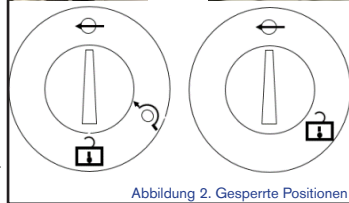

Abbildung 2. Gesperrte Positionen
WARNUNG: Wenn Sie beim Anbringen des AbCan Absorbers auf Widerstand stoßen, wenden Sie keine Gewalt an, da dies das Gerät beschädigen kann. Überprüfen Sie stattdessen die Ausrichtung der Anschlüsse und die Position der AbCan, wie in Abbildung 2 dargestellt.
Schritt 3: Drehen Sie nun den Sperrschalter nach oben in die Sperreposition (siehe Abbildung 2). Der AbCan fährt dadurch nach oben in die Sperreposition und ist bereit für die Dichtigkeits- und Konformitätstests.